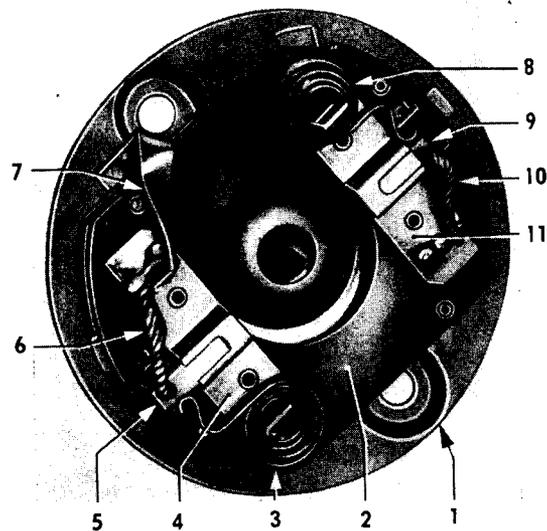

Bild 140 – Kollektorlager mit festgelegten Kohlebürsten
2. Beide Kohlebürsten (140/5 und /9) zurück-schieben und Druckfedern (140/3 und /8) seitlich an Bürsten entsprechend Bild 140 anlegen.